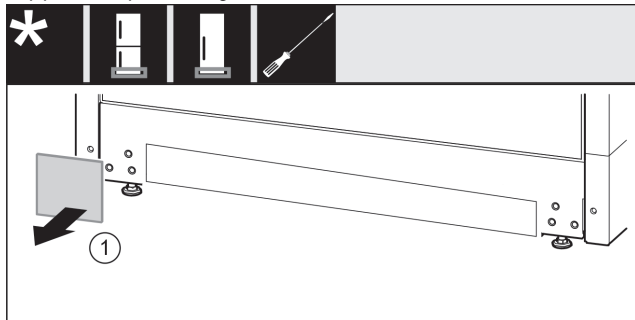

Fig. 16
- ▶ Retirer le cache. *Fig. 16 (1)*